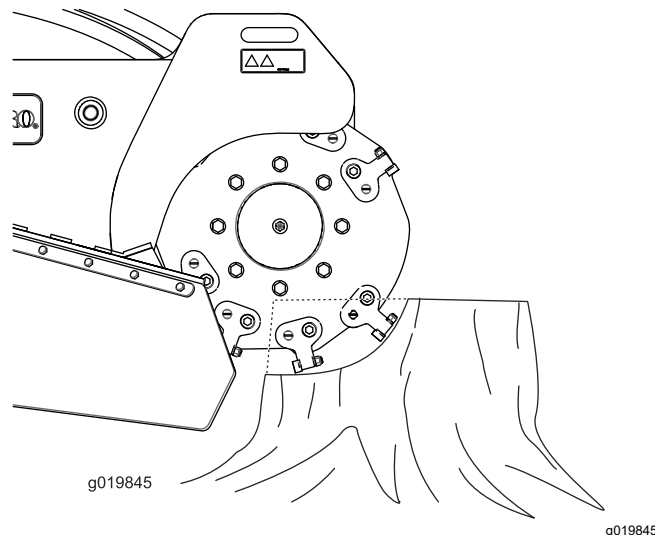

Figura 19
2. Utilice la palanca de control de la destococonadora y el control de la tracción para posicionar la destococonadora al lado de la parte delantera del tocón, aproximadamente a 2 cm por debajo de la superficie (Figura 19).
4. Utilice la palanca de control de la destococonadora para desplazar la destococonadora lentamente por la cara del tocón, eliminando una banda de madera en forma de virutas (Figura 19).